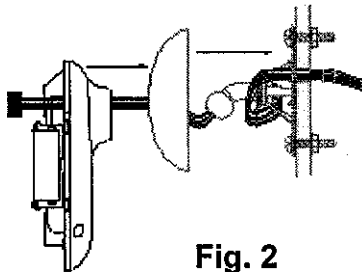

Fig. 2
6. Conectar los cables de baja tensión del módulo de control a la guarnición para cableado del detector, con conectores de rosca. Calzar la tapa de la ménsula en su sitio para ocultar el cableado y la ménsula. Pasar la guarnición para cableado por el dorso del detector y pasar los cables por la ranura de salida, como se ilustra en la Fig. 2.